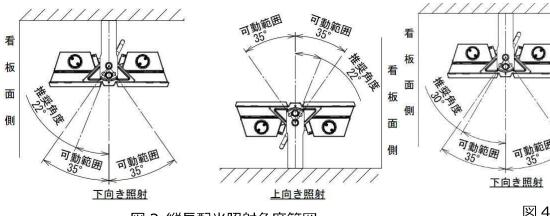
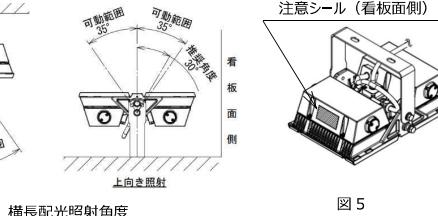
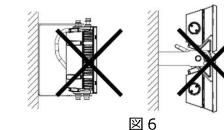

図 3 縦長配光照射角度範囲
図 4 横長配光照射角度
図 5 注意シール（看板面側）
4. 投光器の設置には方向性があります。投光器の注意シール貼付け側を看板面に向けて取付けてください。（図 3、図 4、図 5）